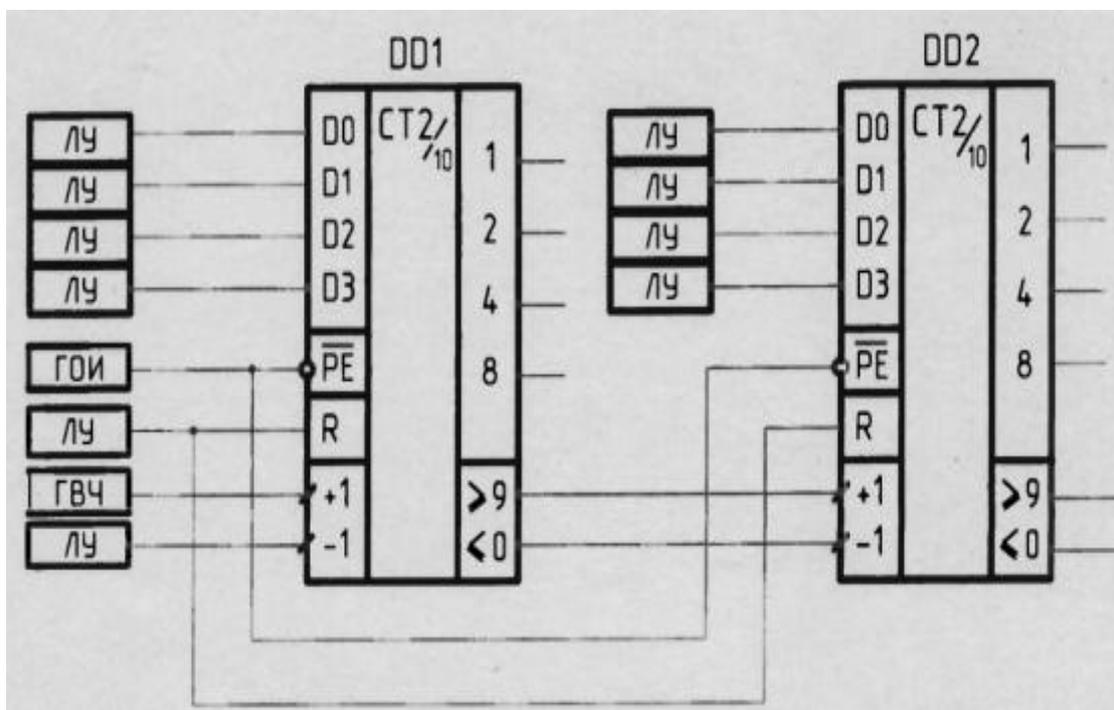

Рис. 5. Расширение числа разрядов двоично-десятичного реверсивного счетчика К155ИЕ6
двоично-десятичного реверсивного счетчика К155ИЕ6 - расширяется число разрядов двоично-десятичного (рис. 3, а), двоичного (рис. 3, б) нереверсивных счетчиков и двоично-десятичного реверсивного счетчика (рис. 5).
- подайте на суммирующий вход реверсивного счетчика (рис. 5) импульсы с ГВЧ и снимите временные диаграммы (осциллограммы) входных и выходных сигналов;